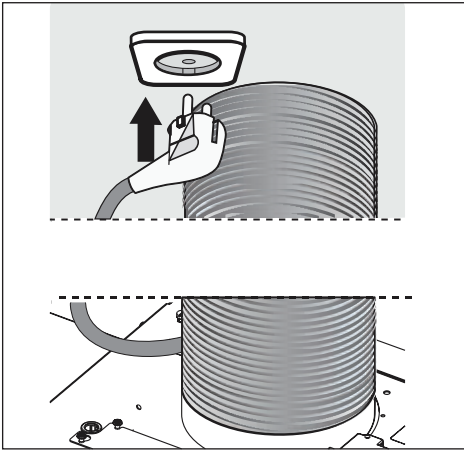

Fig.12
- Efetuar a ligação elétrica (fig.12).